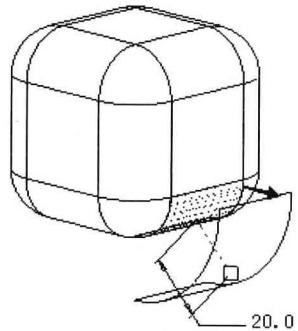

图 1.15
- (1) 选择“倒圆角”特征的一个曲面。
- (2) 在下拉菜单中选择“编辑”→“偏移”(Offset)命令。
- (3) 修改偏移值为 20。预览模型如图 1.15 所示。